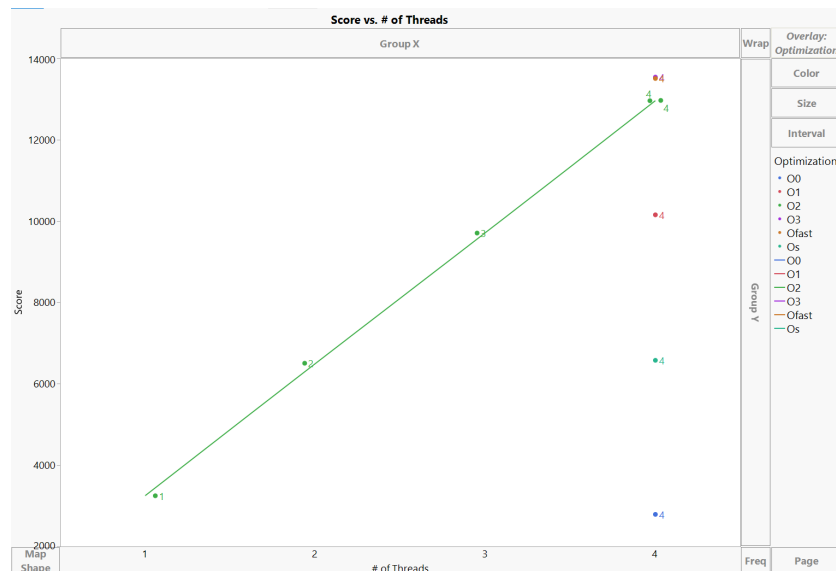

Figura 1: Experimento 1. Análisis sensitivo de cantidad de threads vs Score
1. A continuación se va a explicar el estudio al cambiar la variable DMULTITHREAD. Se identifica primeramente que la cantidad máxima de threads que puede manejar la Raspberri pi son 4. Por esto el análisis se realiza de 1 a 4 threads, con incrementos unitarios. A continuación se presenta el comportamiento de los resultados vs cantidad de threads. Como se puede observar en la figura 1 al aumentar los números de threads, se mejora el Score de manera lineal. Se puede deducir además que el incremento es proporcional al aumento de threads.